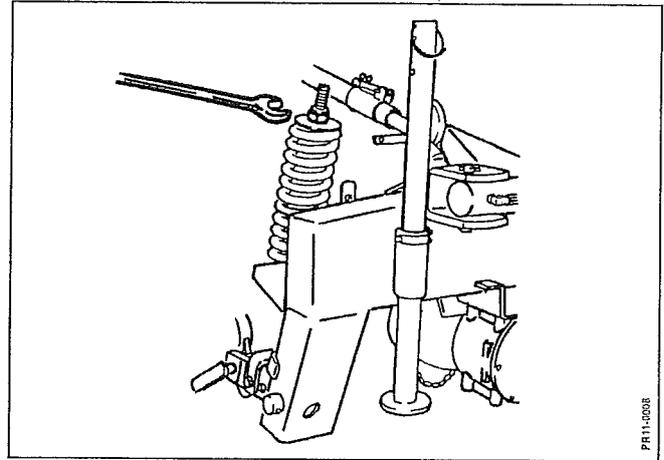

Fig. 3-3
**Fig. 3-3:** Régler la pression au sol en serrant ou desserrant les ressorts après avoir ajusté une garde au sol convenable (voir chapitre 2 : ATTELAGE ET MISE EN ROUTE) sur les bras de relevage du tracteur. Régler la butée sur les bras de relevage pour une remise en place facile. Si les bras de relevage ne restent pas en position, utiliser la chaîne de maintien 4220-8001 (équipement annexe).